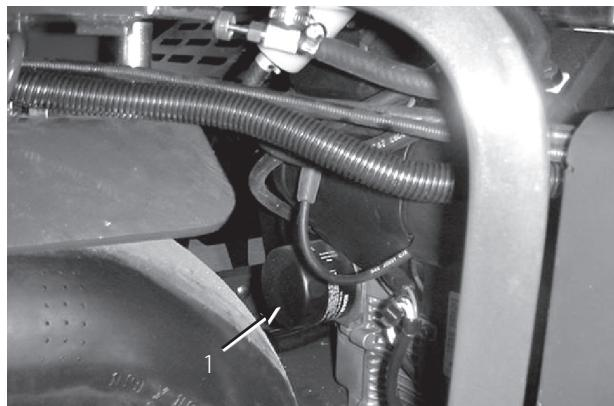

図 46
- オイル・ドレンの下に廃油受けを置く。ドレン・プラグを外してオイルを受ける (図46)。